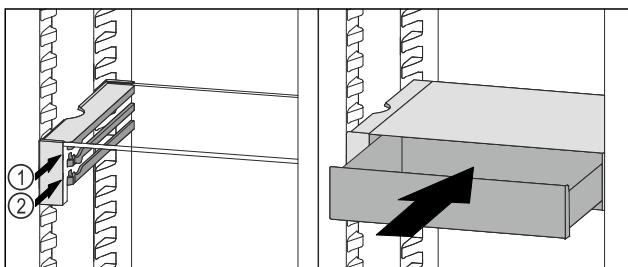

Fig. 86
- ▶ 将 VarioSafe 抽屉放置在所需肋梁 Fig. 86 (1) 或 Fig. 86 (2) 上的止动器后面。